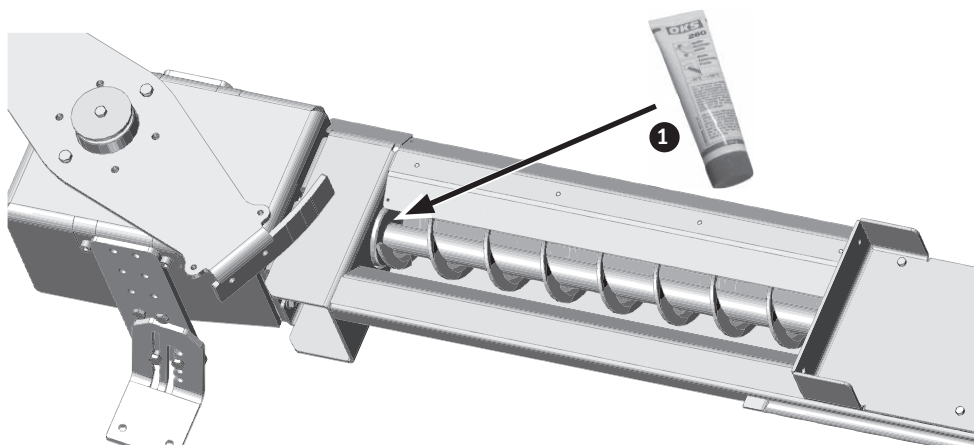

Fig.134 Collegare la coclea all'ingranaggio dell'agitatore
- ▶ Introdurre la coclea nel pozzetto di prelievo e collegarla all'ingranaggio dell'agitatore – Fig. 134.